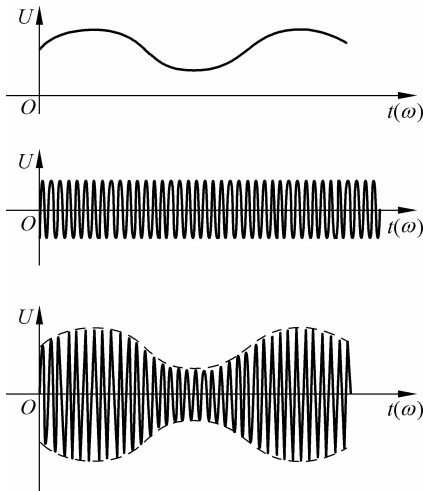

图 3-2 调幅波形
- ① 调幅：使高频振荡电流的振幅(幅度)随着信号而改变,一般适用于中短波广播电台,其波形如图 3-2 所示。